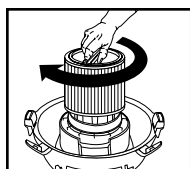

FIGURE 14
21. Maintenez le couvercle du réservoir d'une main, tournez la poignée du porte-filtre dans le sens horaire pour la serrer, en verrouillant ainsi le filtre en place. **FIGURE 14.**